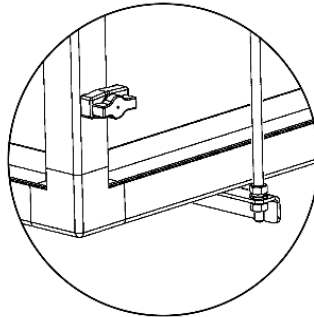

Рис. 5. Подвесной узел секции
- 7.1.5. Подвесное исполнение секции может быть также обеспечено типовыми подвесами воздуховодов, с помощью шпилек, траверс или уголков (рис.5). Тип и количество подвесов определяется проектом (в комплектацию не входит).